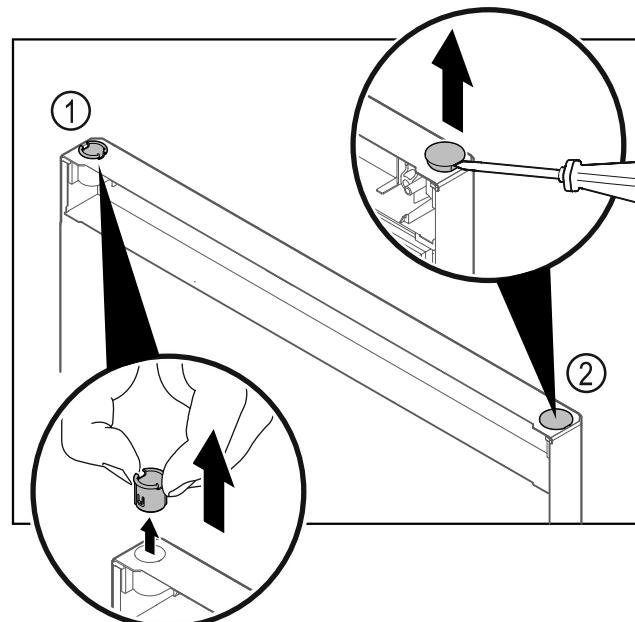

Fig. 40 Дверцята морозильної шафи
- ▶ Витягніть шарнірну втулку Fig. 40 (1) пальцями.
- ▶ За допомогою шліцевої викрутки обережно підніміть заглушку Fig. 40 (2) та витягніть її.